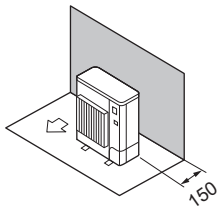

Fig. 2-7
- (1) Obstáculos sólo en la parte trasera (Fig. 2-7)